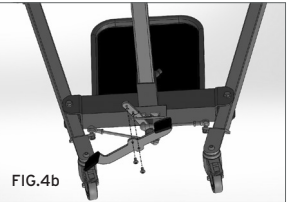

FIG.4b
- 6a. Inserire la leva per l'apertura della base e bloccarlo con le sue viti. (Fig.4b) - per mod. RI841)